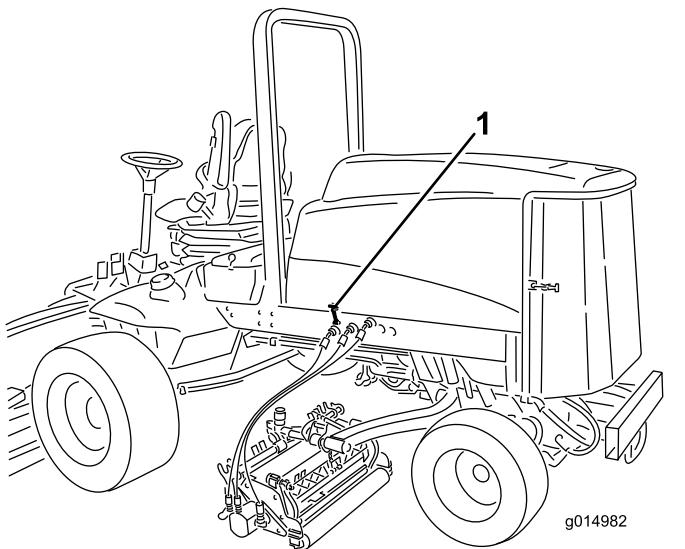

Figura 66
1. Rilasciate i fermi (Figura 66) e il perno del cofano e apritelo.